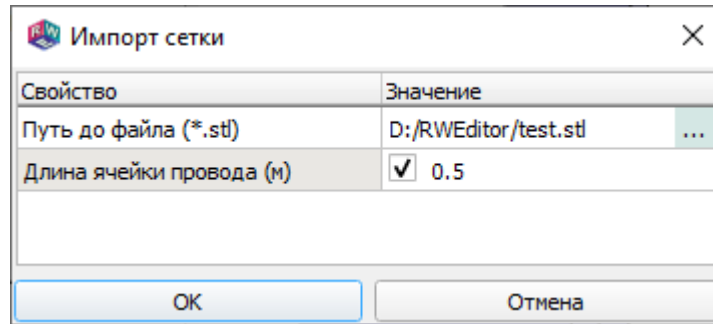

Рис. 108
13.5.2. В диалоговом окне команды «Импорт сетки» необходимо прописать путь к файлу формата STL и задать длину ячейки сетки провода (рис. 108).